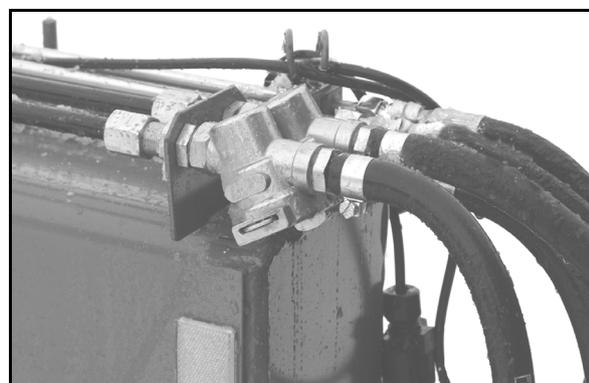

Fig. 34
1. Beide Abdeckbleche (Fig. 34/1) an der Innenseite der Bremstrommel abschrauben.
Eingedrungener Schmutz kann sich auf den Bremsbelägen (Fig. 34/2) absetzen und dadurch die Bremsleistung wesentlich verschlechtern.